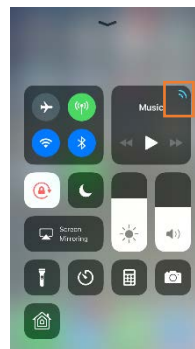

Figure 14
1. Balayez vers le haut depuis le bas de l'écran pour ouvrir le centre de contrôle (Figure 14).